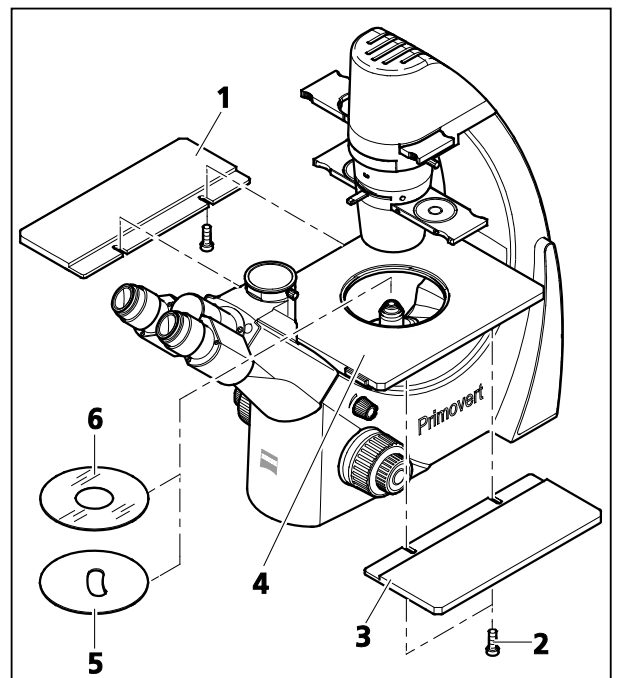

Bild 7 Tischeinsätze einlegen und Tischverbreiterung montieren
- Wahlweise Tischeinsatz aus Metall (Bild 7/5) oder Glas (Bild 7/6) in den Objektstisch einlegen.
- Zur Vergrößerung der Tischeinfläche können bei Bedarf links und rechts je eine Tischverbreiterung (Bild 7/1 und 3) montiert werden. Dazu die Tischverbreiterung von unten an den Objektstisch (Bild 7/4) ansetzen und mit den mitgelieferten beiden Rändelschrauben (Bild 7/2) festschrauben.